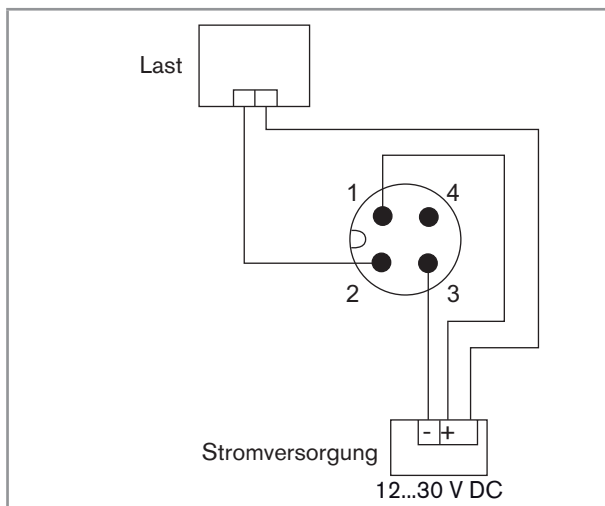
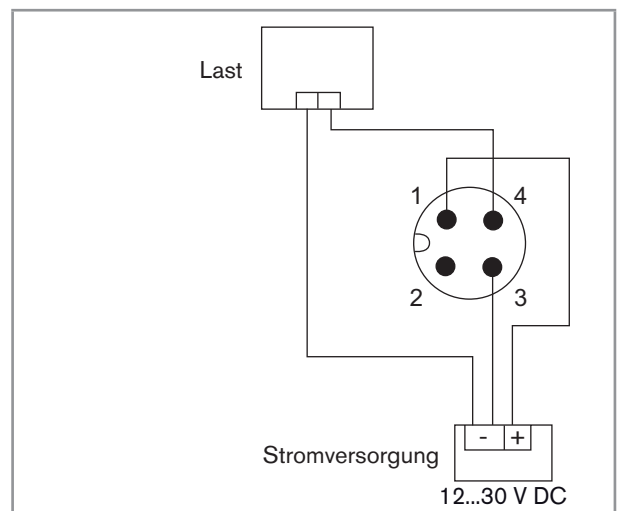

Bild 8: Gerät mit 4-poligem M12-Gerätestecker – NPN-Anschluss des Transistorausgangs
Bild 9: Gerät mit 4-poligem M12-Gerätestecker – PNP-Anschluss des Transistorausgangs
- Den Transistorausgang anschließen (Anschluss mit 3 Drähten). Der Transistorausgang kann auf folgende Arten angeschlossen werden: NPN oder PNP. Siehe Bild 8 oder Bild 9.